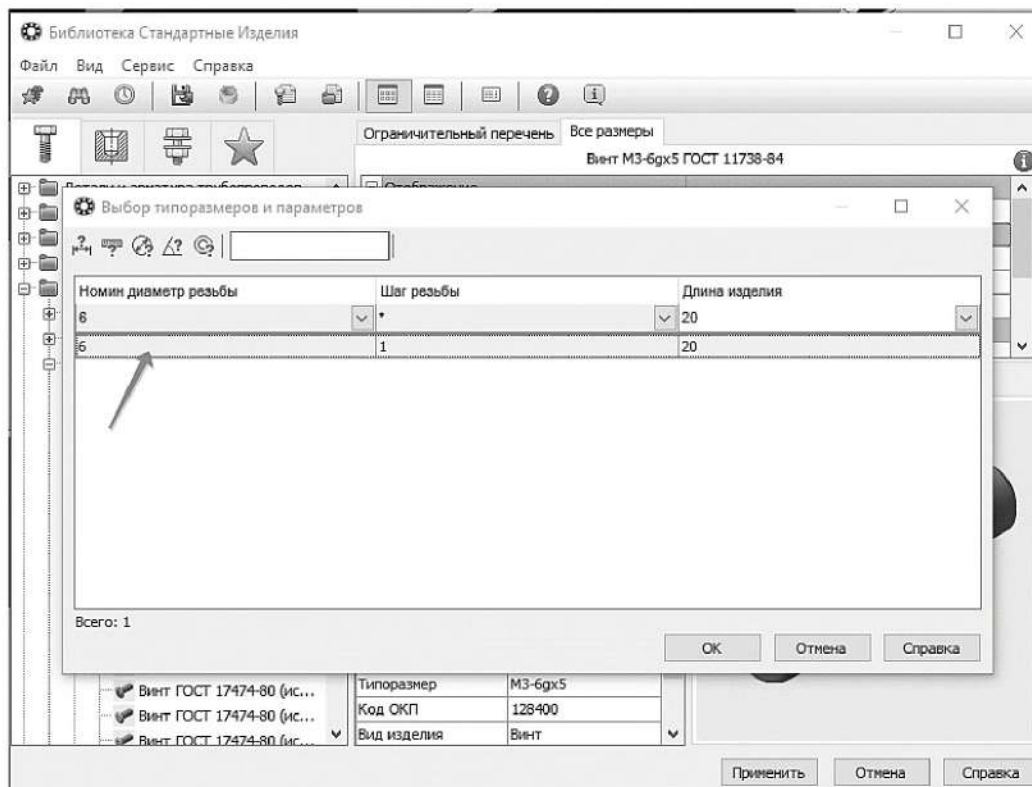

Рисунок 3.104. Добавление Винта
10.2.7 В списке останется единственная строка, отвечающая заданным условиям. Выполните двойное нажатие левой кнопки мыши на нее (рисунок 3.104).